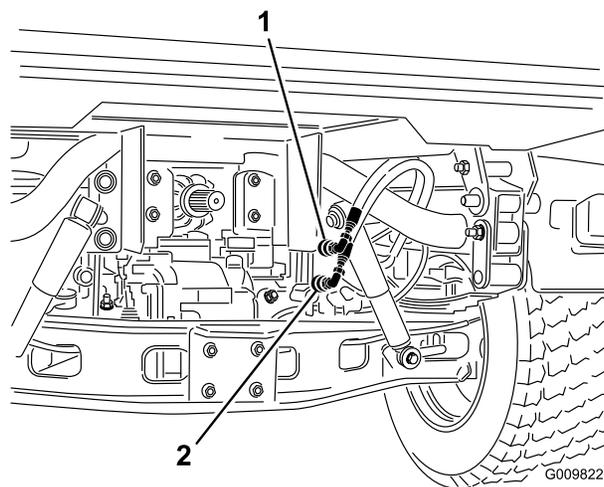

Рисунок 16
2. На машинах с серийным номером 240000001 и выше отсоедините 2 шланга гидроцилиндра подъема от шлангов, закрепленных на кронштейне муфты (Рисунок 16). Вставьте заглушки в быстроразъемные муфты шлангов гидроцилиндра.